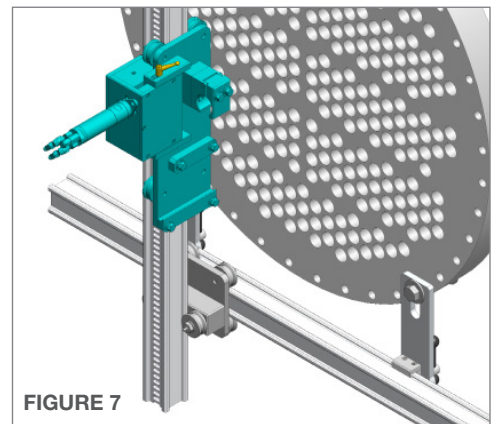

FIGURE 7
7. Desserrez la **poignée de réglage rapide** et éloignez la boîte à engrenages de la plaque de chariot. Ceci permet de faire glisser le **chariot d'entraînement vertical** sur le rail sans alimentation pneumatique pour actionner l'entraînement. Centrez le chariot sur le rail vertical et repoussez le boîtier d'engrenages vers la plaque de chariot. Ceci engage l'engrenage dans les fentes du rail. Vérifiez que le pignon s'engage correctement dans les fentes et serrez la poignée de réglage rapide. **(Figure 7)**